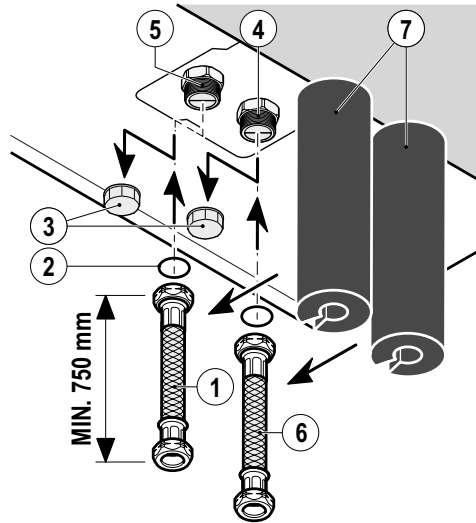

ABB. 41 (Anschluss an die Wasserversorgungsquelle)
UM DIE ÜBERTRAGUNG VON VIBRATIONEN AUF ANGRENZENDE GEBÄUDE ZU VERMEIDEN, VERWENDEN SIE VERBINDUNGSLEITUNGEN ZUR MASCHINE MIT EINER LÄNGE VON MINDESTENS **0,75 m (s. ABB. 41)**.
- 1) Schrauben Sie die Abdeckkappen (**ABB. 41 - Bez. 3**) von den Zulauf- (**ABB. 41 - Bez. 5**) und Rücklaufanschlüssen (**ABB. 41 - Bez. 4**) ab und entfernen Sie diese.
- 3) Installieren Sie einen Schlauch (**ABB. 41 - Bez. 6**) mit einer Dichtung (**ABB. 41 - Bez. 2**) und einem Absperrventil im Heizungsrücklaufanschluss zum Gebäude.
- 4) Installieren Sie einen Schlauch (**ABB. 41 - Bez. 1**) mit einer Dichtung (**ABB. 41 - Bez. 2**) und einem Absperrventil im Heizungszulaufanschluss zur Wärmepumpe.
- 6) Isolieren Sie alle Leitungen (**ABB. 41 - Bez. 7**)